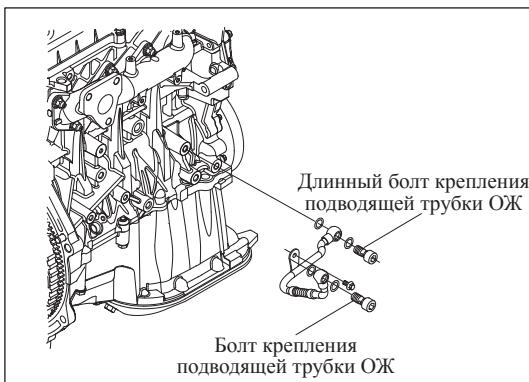

Рис. 7-2-7. Установка подводящей трубы ОЖ турбонагнетателя
- (5) Установить подводящую трубку ОЖ турбонагнетателя с прокладками на корпус блока цилиндров с помощью одного длинного болта, как показано на рис. 7-2-7.